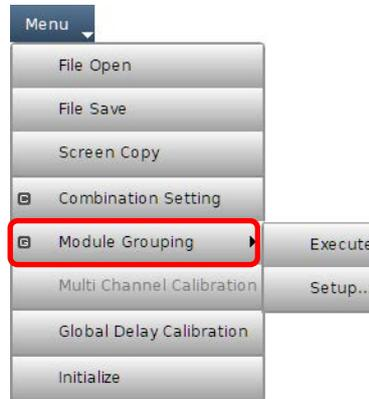

図 3.4.1-2 メニューの Module Grouping 表示
2. 図 3.4-1 Grouping ダイアログボックスの [OK] をタッチします。このときに、Slot1 のグルーピング対象のパラメータが、Slot2 と Slot3 のパラメータに反映されます。